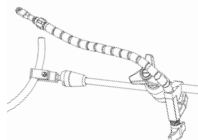

Abbildung 20
- Lösen Sie die Klemme mit dem kleinen violetten Knopf des **Flex-Arms** (wie UL-0106). Positionieren Sie die Backen um die Segmente jedes **Gelenkarms** (UL-0110). Ziehen Sie den kleinen violetten Knopf fest, um den **Flex-Arm** am **Gelenkarm** zu befestigen. (Abbildung 20)